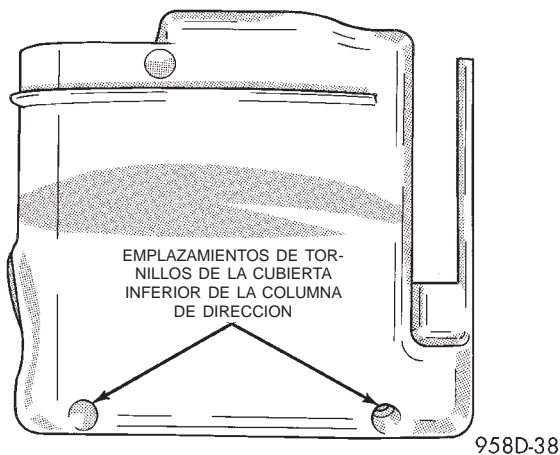

Fig. 55 Emplazamientos de los tornillos de la cubierta inferior de la columna de dirección
(6) Retire los tornillos inferiores del protector de rodilla y luego el protector.
(7) Retire los tornillos de la cubierta inferior de la columna de dirección (Fig. 55).